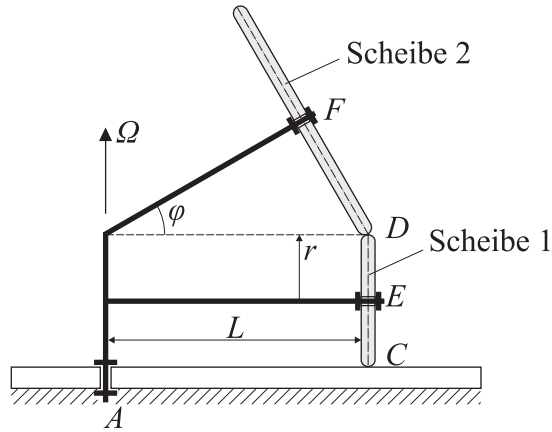

Bild 2.6.
Aufgabe 2.6. Der starre Rahmen AEF , auf dem die Scheiben (1) und (2) drehbar gelagert sind (Bild 2.6) dreht sich mit veränderlicher Winkelgeschwindigkeit Ω . Die Scheibe (1) rollt ohne Rutschen auf dem Boden ab und treibt schlupffrei die Scheibe (2) an. Man bestimme die Winkelgeschwindigkeit ω_1 der Scheibe (1), für die Scheibe (2) die Winkelbeschleunigung $\dot{\omega}_2$ sowie die Beschleunigung ihres Punktes D .